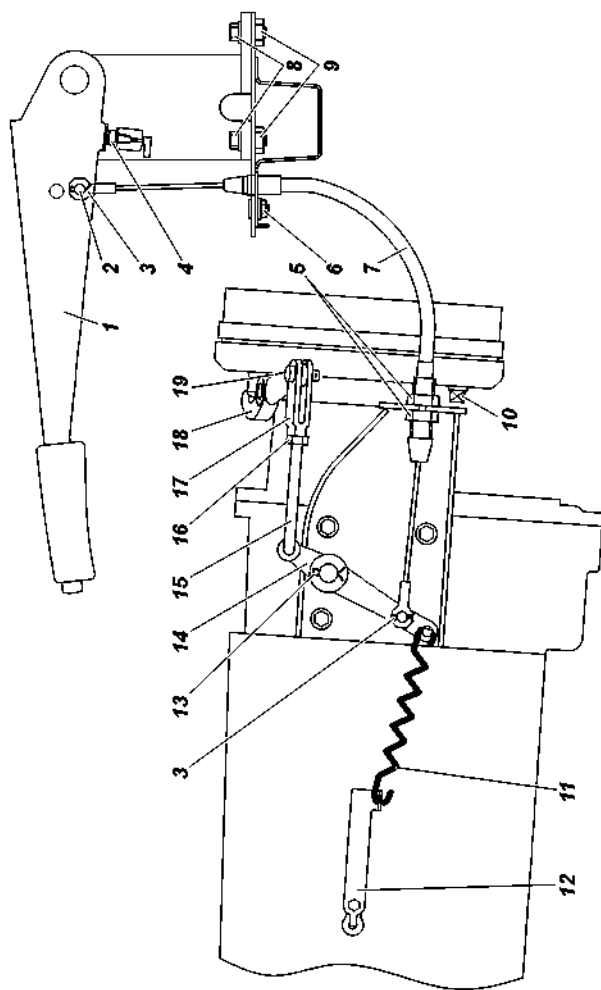

Рис. 9.33. Привод стояночного тормоза трансмиссионный:
**Трансмиссионный стояночный тормоз**, действующий на трансмиссию (рис. 9.33).